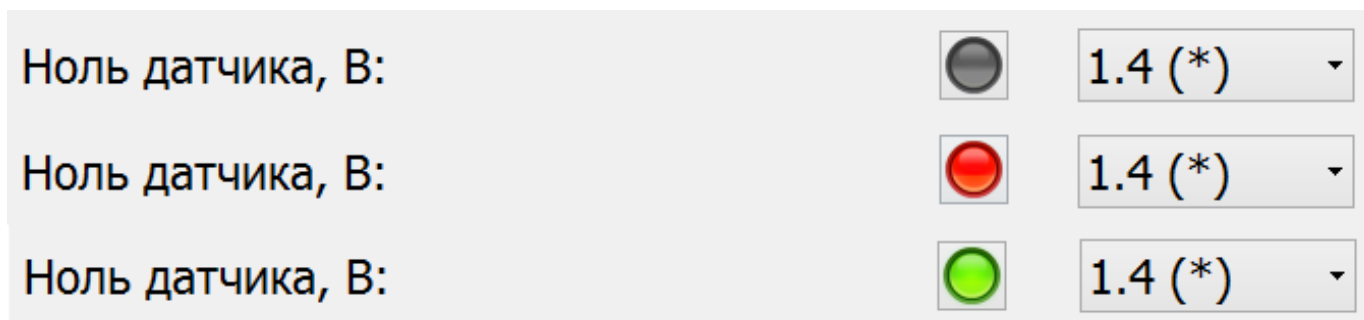

Рисунок 38 – Индикатор наличия импульсов
*Серый цвет - индикатор отключен, нажмите на него для активации. Если тахограф не видит импульсы, индикатор горит красным, если импульсы есть – зеленым (Рисунок 38);*